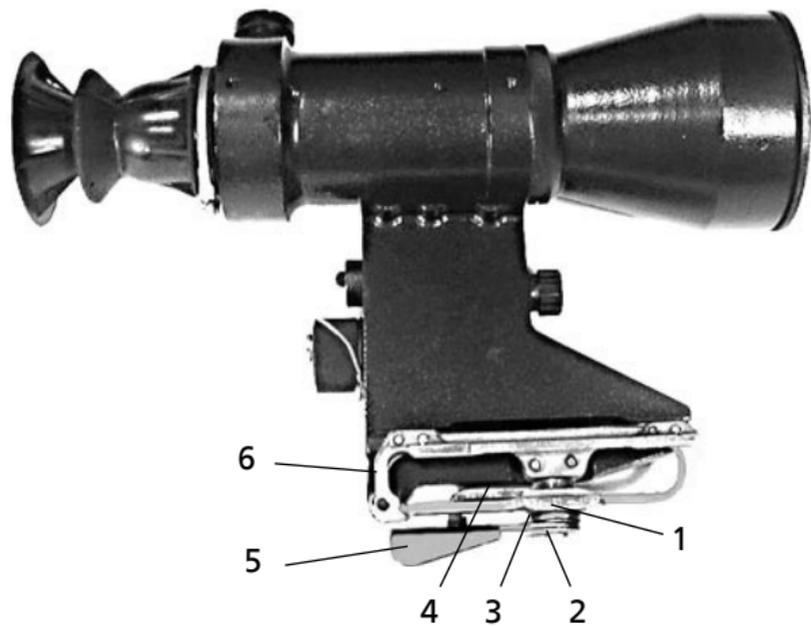

Рисунок 2 – Прицел (вид справа)
1.4.8 Крепление прицела на оружии осуществляется при помощи зажимного устройства, состоящего из кронштейна 6 (рисунок 2), зажимного винта 2, защелки 3, ручки 4, рукоятки 5, шайбы 1.
Для подгонки зажимного устройства прицела к оружию необходимо сдвинуть защелку 3 (рисунок 2) в плоскости прилегания, освободив ее из-под головки винта 2, и снять, переставить рукоятку 5 на такое количество зубцов, которое обеспечивает прочное крепление, исключая качку прицела на оружии, поставить защелку 3 на место.